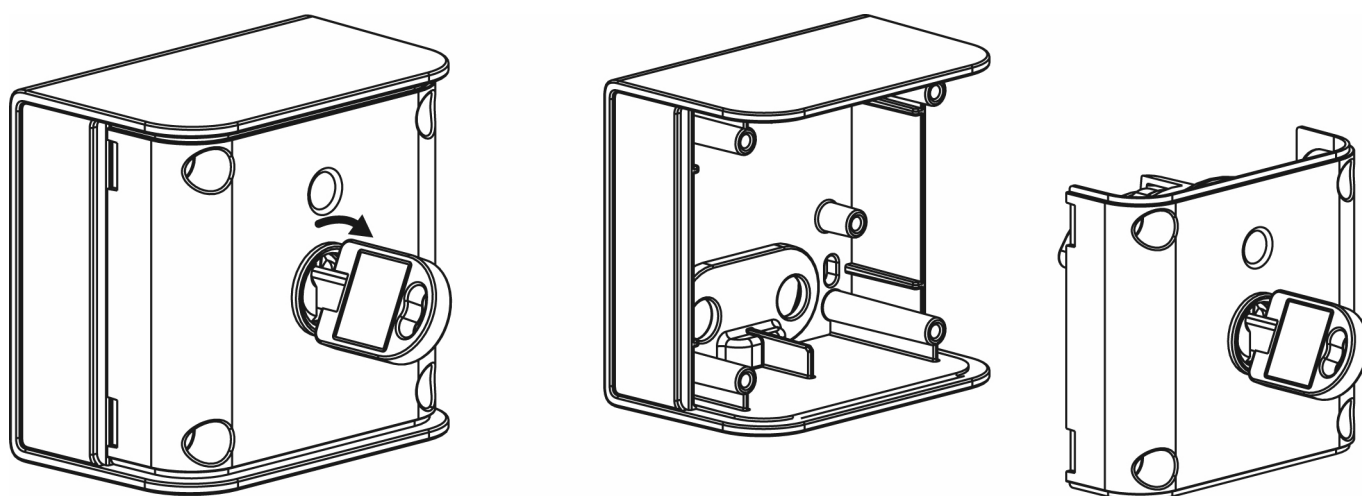

Fig. 2
4. Inserire la chiave nella serratura, girare la chiave in senso orario ed estrarre il selettore dalla base (Fig. 2)
5. Inserire la chiave nella serratura, girare la chiave in senso orario ed estrarre il selettore dalla base (Fig. 2)
6. Inserire la chiave nella serratura, girare la chiave in senso orario ed estrarre il selettore dalla base (Fig. 2)
4. Insert the key into the lock, turn the key clockwise and remove the key switch from the base (Figure 2)
5. Insert the key into the lock, turn the key clockwise and remove the key switch from the base (Figure 2)